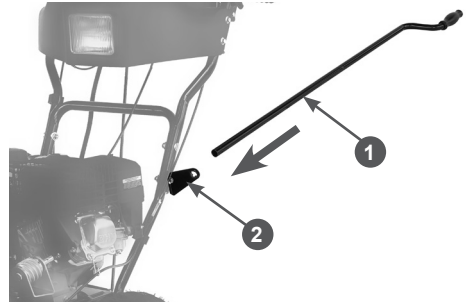

Рис. 23 Установка рычага управления поворотом жёлоба
- вставьте рычаг 1 в опорный кронштейн 2 на стойке рукояток, как показано на Рис. 23;